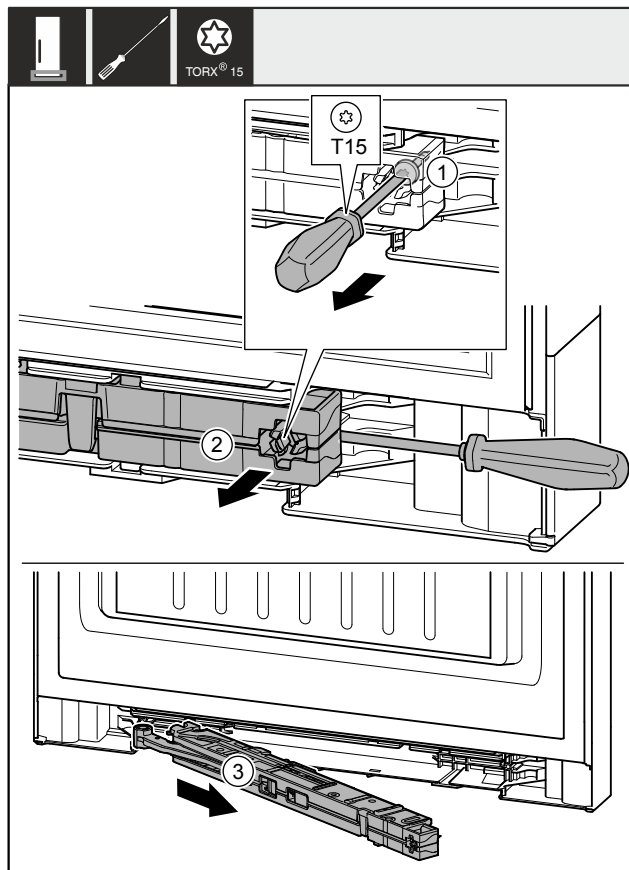

Fig. 12
- Desserrer la vis Fig. 12 (1) de l'unité d'amortissement de fermeture avec un tournevis d'env. 14 mm.
- Décrocher l'unité d'amortissement de fermeture Fig. 12 (2) côté poignée vers l'avant avec un tournevis.
- Retirer l'unité d'amortissement de fermeture Fig. 12 (3).